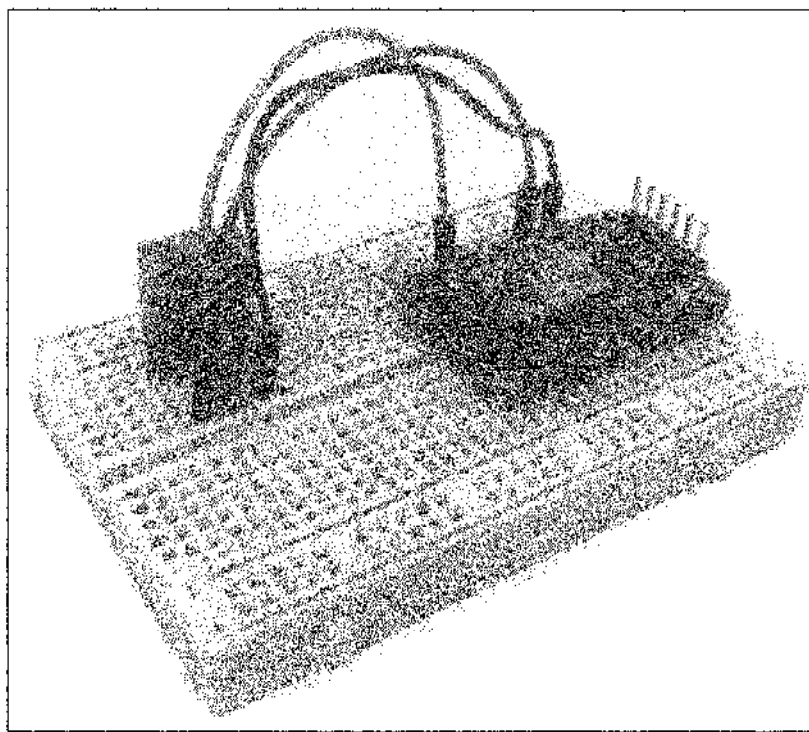

Рис. 2.3. Вариант монтажа схемы с датчиком DHT11
1. Установите датчик на макетную плату. Затем соедините его первый вывод с линией питания +3,3 В, второй его вывод — с выводом GPIO5 (D1) микросхемы ESP8266, а четвертый — с общим проводом («земля»). Собранный проект будет выглядеть приблизительно так, как показано на рис. 2.3.